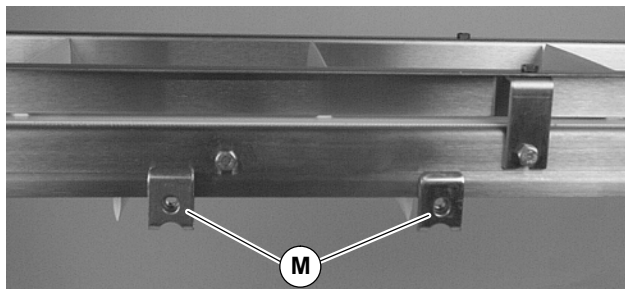

Abbildung 12
11. Die Montageclips (M von Abb. 12) am Förderband befestigen.